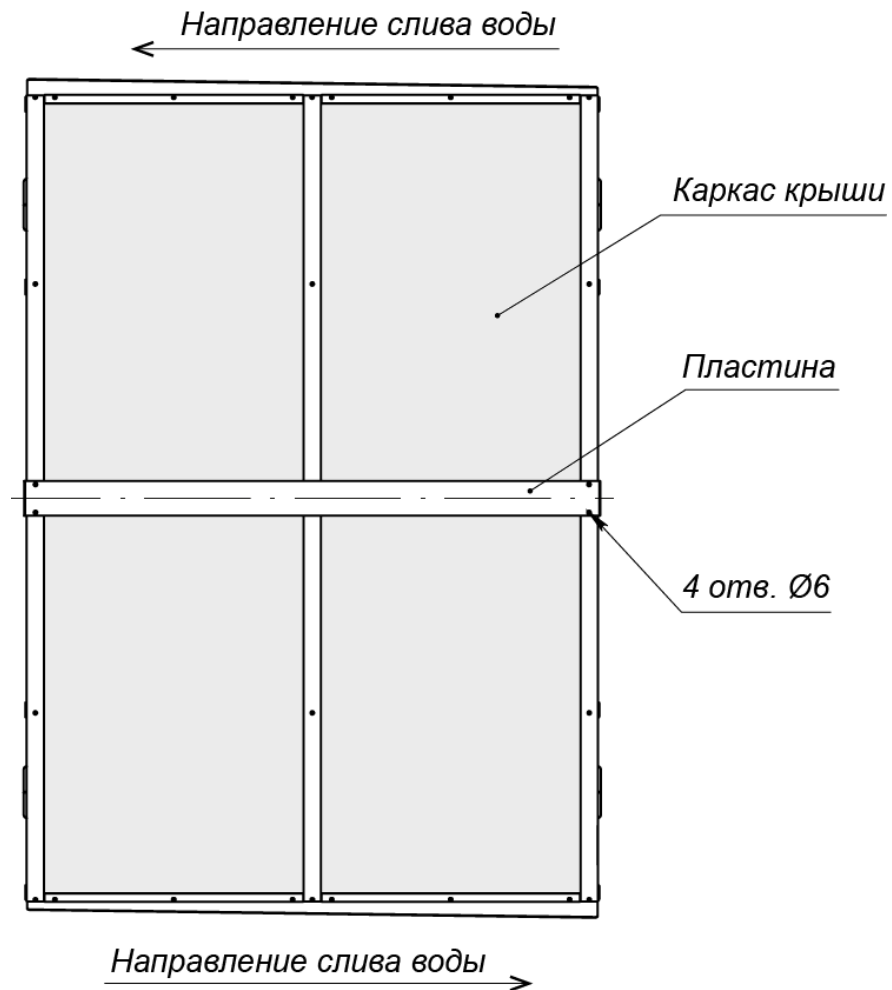

Рисунок 5. Вид сверху соединенных полукаркасов (1) и (2) с установленной пластиной стыковочной (5)
14. Установите в рабочее положение пластину стыковочную, зафиксировав ее саморезами 4,2×16 (4 шт.), (см. рис. 5).